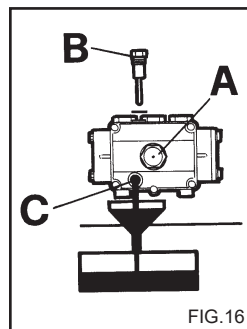

FIG.16
2) Svitare il tappo con l'asta di controllo livello (fig. 16).